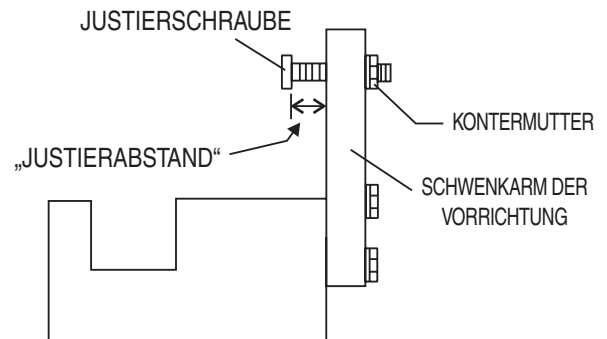

Abb. 33. Flügelarm-Justiervorrichtung, Seitenansicht
1. Die Flügelarm-Justiervorrichtung (Abb. 33, Teilnr. 9177) bereitstellen.